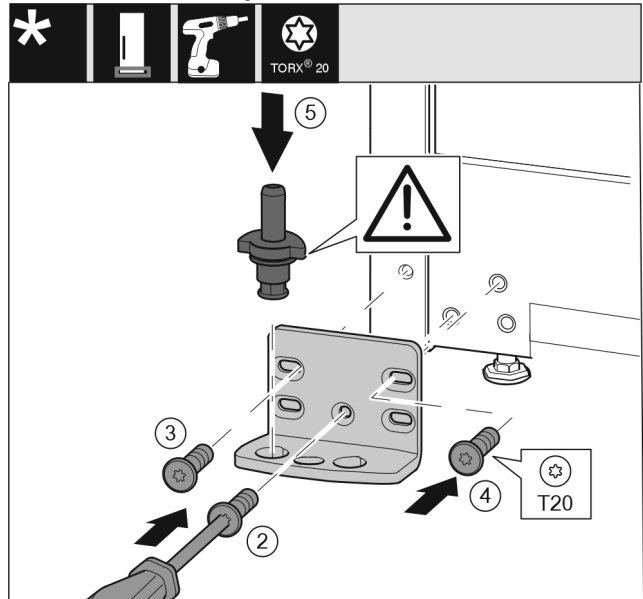

Fig. 15
- Lagerbus op de andere kant aanbrengen en met behulp van een schroevendraaier T20 vastschroeven. Met schroef 2 onder in het midden beginnen. Fig. 15 (2)
- Schroef 3 en 4 vastschroeven. Fig. 15 (3,4)
- Lagerbout volledig aanbrengen. Let op dat de vergrendel nok naar achter wijst. Fig. 15 (5)